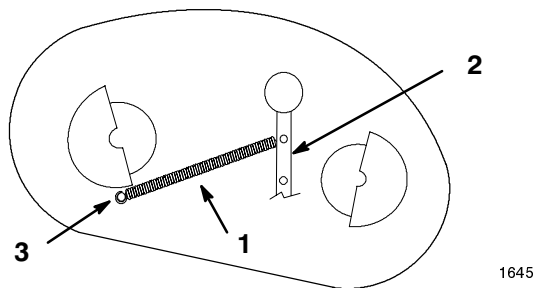

Bild 3
5. Haken Sie die Spannfeder auf dem Spannarm und über der Schraube an der Riemenabdeckung ein (Bild 3).